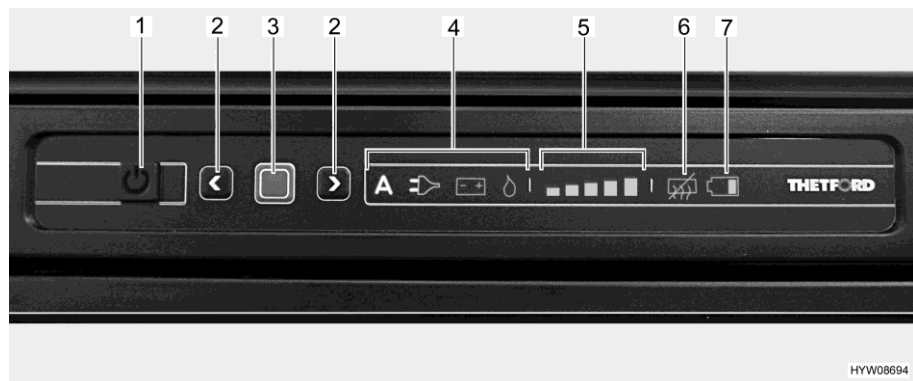

Fig. 242 Cuadro de mando de LED (frigorífico Thetford)
- Presionar la tecla On/Off (Fig. 242,1) por 1 segundo. La tecla se ilumina de color verde. Después de aprox. 10 segundos, la visualización se atenuará automáticamente por razones de ahorro de energía.
- Pulsar la tecla de confirmación (Fig. 242,3). Se visualizará el modo de funcionamiento seleccionado más recientemente.
- Pulsar la tecla de confirmación (Fig. 242,3) por aprox. 2 segundos. Los símbolos de modo de funcionamiento parpadean.
- Selección manual de energía: seleccionar la fuente de energía deseada usando las teclas de flecha (Fig. 242,2).
- Selección automática de energía (sólo en la versión con selección automática de energía): seleccionar el modo de funcionamiento "A" usando las teclas de flecha (Fig. 242,2).
- Confirmar la selección con la tecla de confirmación (Fig. 242,3).
- Pulsar de nuevo la tecla de confirmación (Fig. 242,3). El indicador de nivel de refrigeración (Fig. 242,5) parpadea.
- Para cambiar el ajuste, pulsar las teclas de flecha (Fig. 242,2) hasta que se visualice el ajuste deseado.
- Pulsar la tecla On/Off (Fig. 242,1) por aprox. 2 segundos. Todas las lámparas se apagan. El frigorífico está desconectado.
Una vez conectado, el frigorífico automáticamente seleccionará el ajuste del termostato seleccionado más recientemente. Este reajuste puede modificarse manualmente con las teclas de flecha (Fig. 242,2). Pasan algunas horas hasta que el frigorífico alcanza la temperatura de servicio normal. Al cambiar a otro modo de funcionamiento, se conservará el ajuste del termostato.